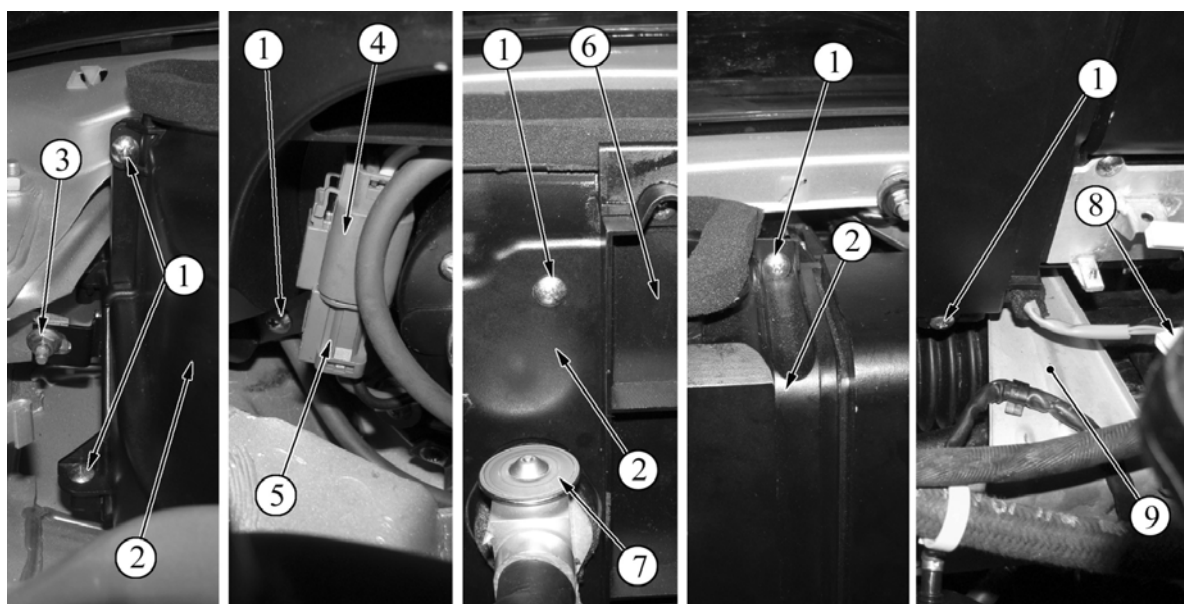

Рисунок 10 – Крепление верхнего кожуха отопителя:
5.2.13 Отвернуть семь самонарезающих винтов 1, рисунок 10, крепления верхнего кожуха отопителя, снять кожух 2, отсоединить штекерную колодку 8 датчика температуры испарителя от штекерной колодки жгута проводов отопителя и извлечь испаритель из корпуса отопителя (отвертка крестообразная).